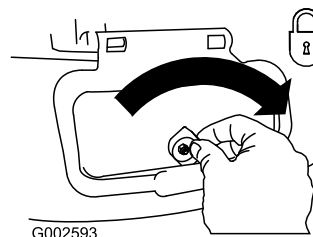

Figure 26
**Important:** Verrouillez le volet d'éjection latérale après l'avoir fermé (Figure 26).